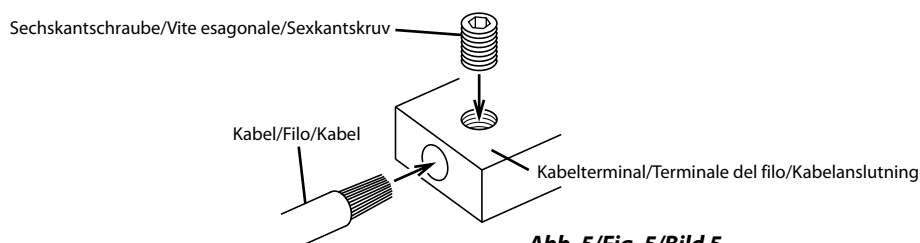

Abb. 5/ Fig. 5/ Bild 5
3. Ziehen Sie die Schraube mit dem Sechskantschlüssel (mitgeliefert) an, um das Kabel sicher zu befestigen. (Abb. 5) **Bevor dieser Anschluss durchgeführt wird, benutzen Sie den isolierten Schrumpfschlauch, um freigelegten Draht, der über den Anschluss herausragt, abzudecken.**
3. Serrate la vite installata con la chiave esagonale (in dotazione) per fissare il filo in posizione. (Fig. 5)
3. Dra åt stoppskruven med sexkantsnyckeln (ingår) för att säkra kabeln. (Fig. 5)